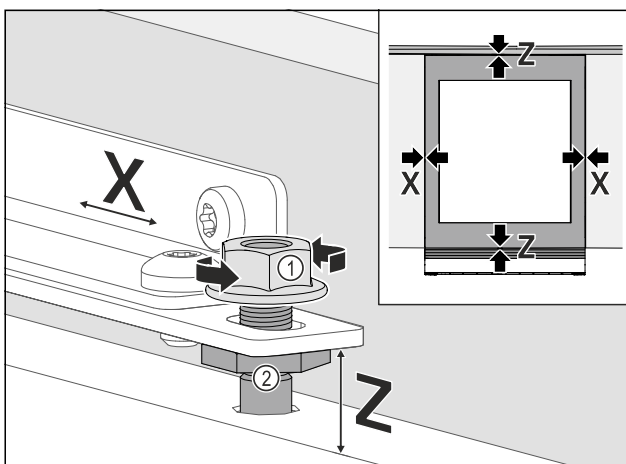

Fig. 94
- ▶ Nábytkové dvere bočne vyrovnajte: Uvoľnite poistné matice Fig. 94 (1), posuňte nábytkové dvere v smere X.
- ▶ Uťahnite poistné matice Fig. 94 (1).
- ▶ Vyrovnajte nábytkové dvere vo výške Z a vyrovnajte bočný sklon: Nastavte justovacie čapy Fig. 94 (2).